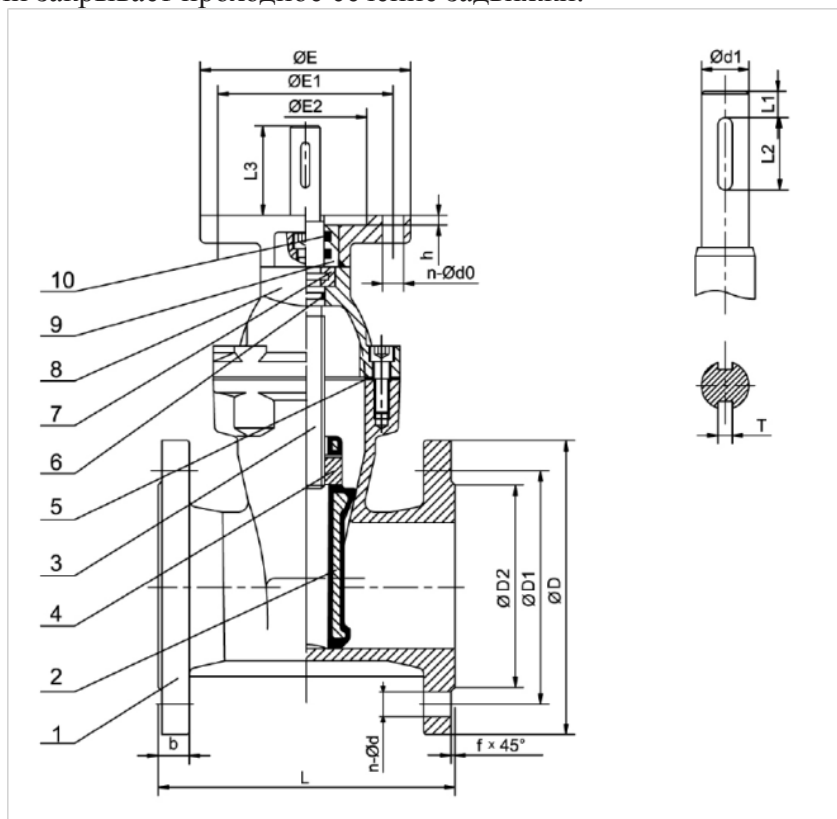

Рис.1
1.3.1. Задвижка состоит из следующих основных деталей и элементов (рис.1):
| 2 | Пропуск среды через соединение «корпус-крышка». | Ослабла затяжка болтов крепления крышки. | Произвести дополнительную затяжку болтов крепления крышки 8 (рис.1). |